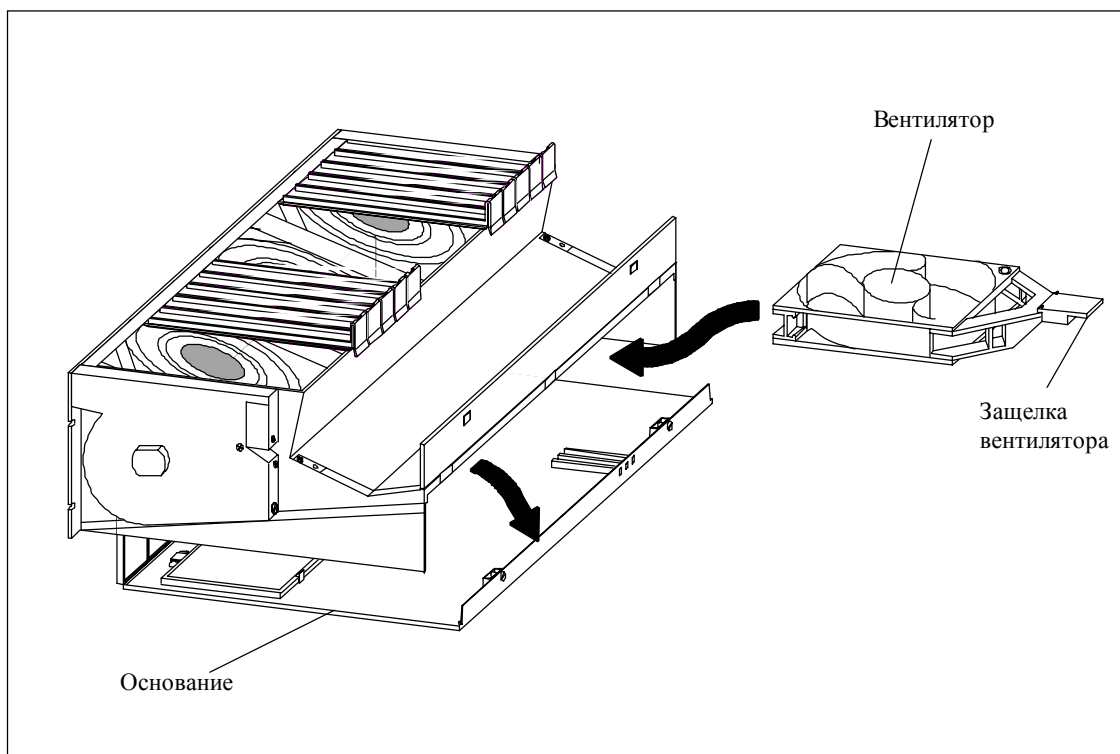

Рис. 9-4. Снятие вентилятора
3. Снимите основание вентиляторного узла (см. рис. 9-4 и 9-5).